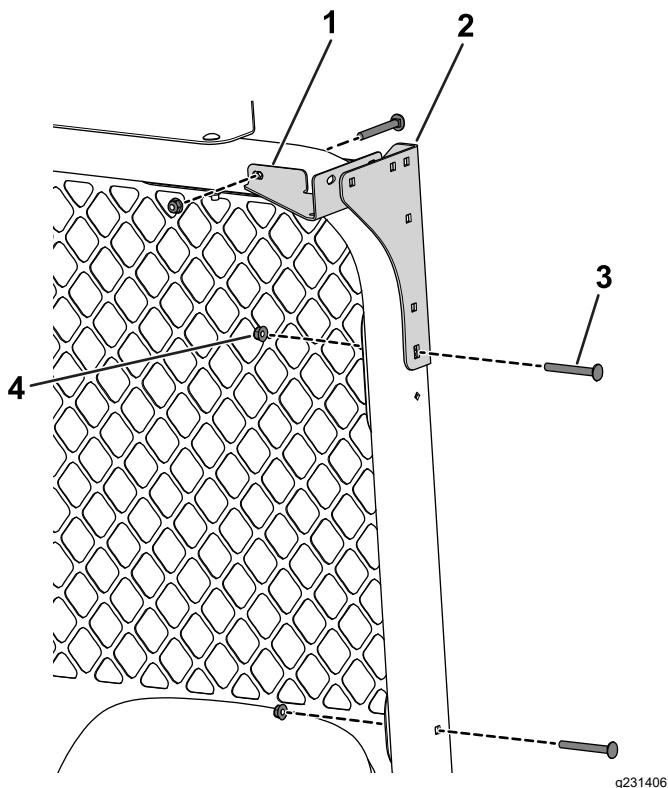

Рисунок 34
6. С помощью 4 картеных болтов (5/16 x 2 $\frac{3}{4}$  дюйма) и 4 гаек (5/16 дюйма) прикрепите задние монтажные кронштейны и задние угловые крепления к защитной дуге (Рисунок 34).
7. Прикрепите заднюю решетку с помощью 2 картеных болтов (5/16 x 2 $\frac{3}{4}$  дюйма) и 2 гаек (5/16 дюйма) (Рисунок 34).